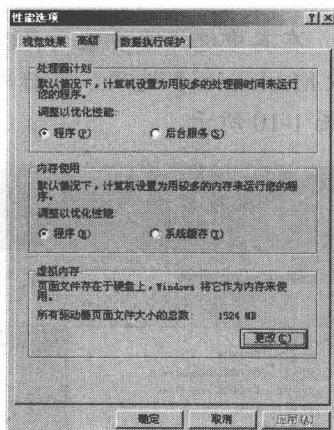

图 1-5 【性能选项】对话框
① 设置虚拟内存
(1) 在桌面上用鼠标右键单击【我的电脑】，在出现的快捷菜单中选择【属性】命令，弹出【系统属性】对话框，选择【高级】选项卡。
(2) 在【系统属性】对话框中单击【性能】选项组下的【设置(S)】按钮，弹出【性能选项】对话框，选择【高级】选项卡，如图 1-5 所示。